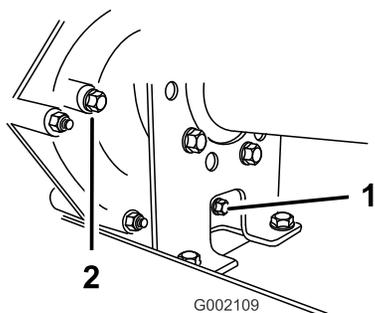
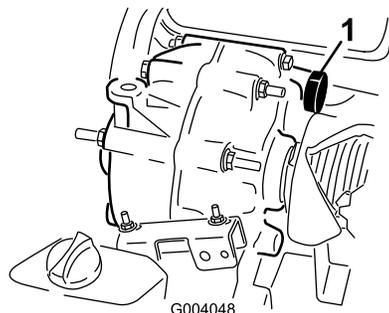

Рисунок 46
Рисунок 47
- Тщательно протрите места вокруг пробок заливного и сливного отверстий ветошью (Рисунок 46).
- Снимите пробку заливного отверстия, повернув ее против часовой стрелки (Рисунок 46).
- Установите пробку сливного отверстия с прокладкой в сливное отверстие трансмиссии и затяните (Рисунок 46).
- Долейте в бак (Рисунок 47) через заливное отверстие приблизительно 1,4 л рабочей жидкости указанного типа или доведите уровень рабочей жидкости в трансмиссии до нижней части резьбы (Рисунок 46).
- Установите и затяните пробку заливного отверстия с прокладкой в заливное отверстие трансмиссии (Рисунок 46).
- Проверьте уровень рабочей жидкости и добавьте ее, если уровень рабочей жидкости находится ниже резьбовой части заливного отверстия (Рисунок 46).